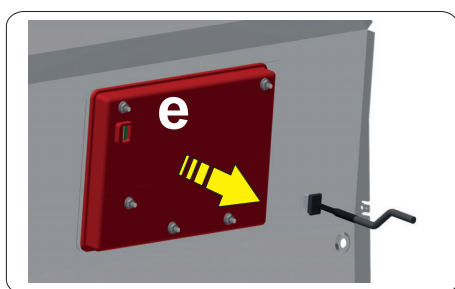

Fig. 11
- Déconnecter le câble de l'écran (position **e** - voir **Fig. 11**).